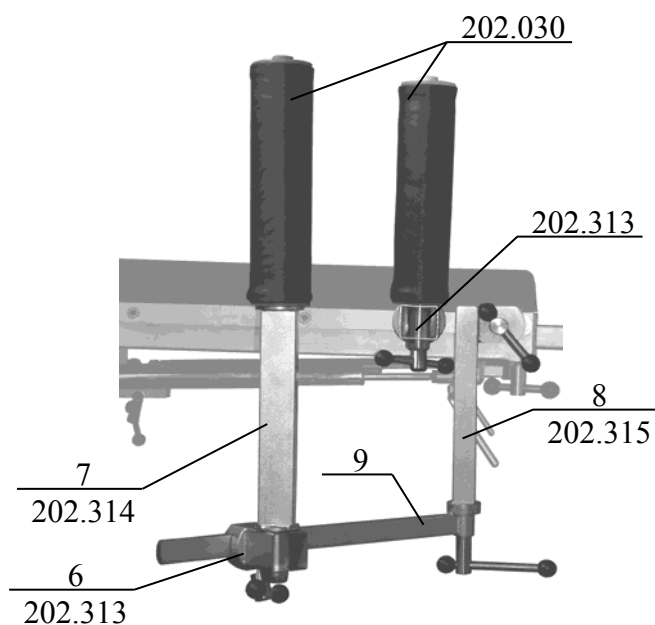

**Рисунок 2. Стойка опорная
6.2 Стойка опорная для лечения предплечья 202.310 (Рисунок 2).